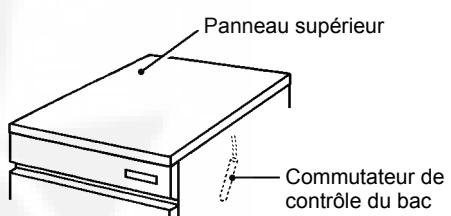

Fig. 2
- Ouvrez la porte du bac de stockage pour enlever les rubans d'emballage qui maintiennent le commutateur de contrôle du bac (Fig. 2).